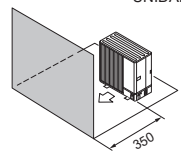

Fig. 2-12
- (4) Obstrucción o superficie cerrada solo en la parte frontal (Fig. 2-12)